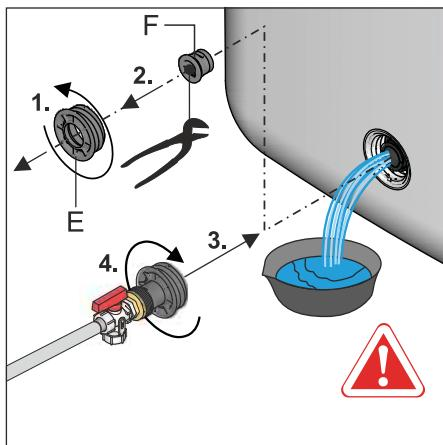

Bild 9-4 KFE-Befüllanschluss in Füll- und Entleeranschluss einschrauben
- 3 Am Füll- und Entleeranschluss das Gewindestück (Bild 9-4, Pos. E) herausdrehen, sowie den Verschlussstopfen (Bild 9-4, Pos. F) entfernen und sofort den vormontierten Gewindestein mit **KFE-Befüllanschluss** in den Füll- und Entleeranschluss (Bild 9-4) wieder einschrauben.